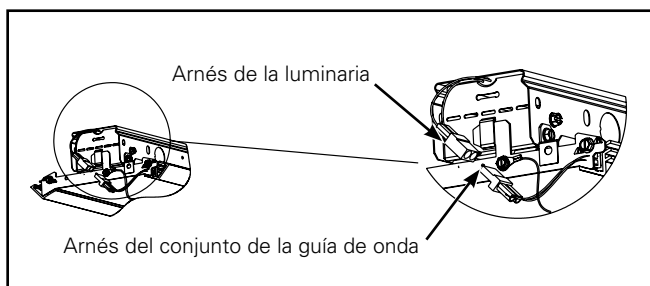

Figura 5.
5. Conecte el arnés de cables del LED en cada extremo del conjunto de la guía de onda. (Figura 5.)